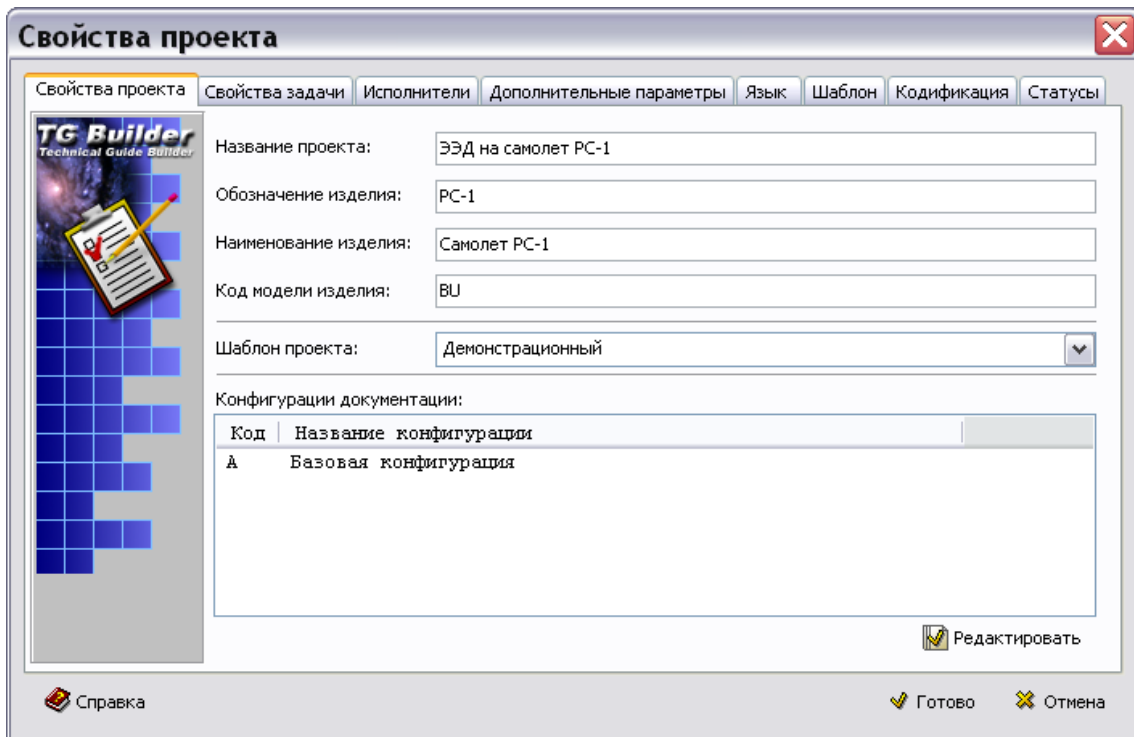

Рис. 2.27
2. Выделите нужный проект и нажмите на кнопку **Параметры проекта**  или выберите из контекстного меню проекта пункт **Параметры проекта**. После этого откроется диалоговое окно **Свойства проекта** (Рис. 2.27).